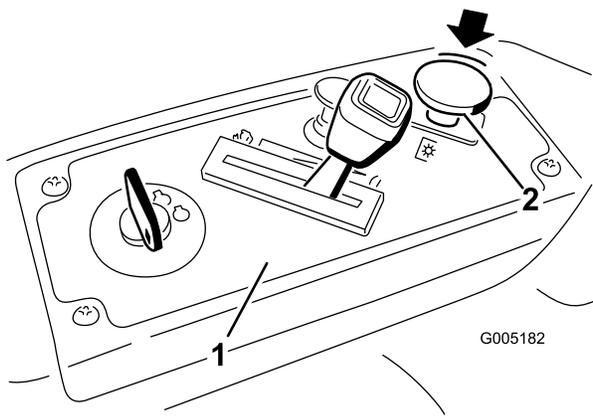

Bild 11
2. Kuppeln Sie die Messer aus, indem Sie den Zapfwellenantriebsschalter in die Aus-Stellung stellen (Bild 11)
3. Stellen Sie den Zündschlüssel auf Aus“ (Bild 11) und ziehen Sie ihn ab.